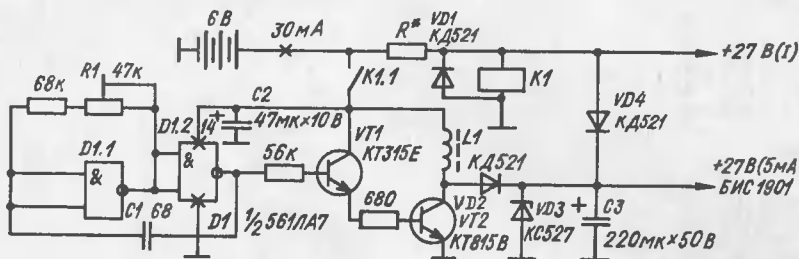

Рис.1
Преобразователь служит для обеспечения резервного питания БИС таймера—часов при перебоях в электропитании. Имеет высокий КПД по сравнению с другими преобразователями напряжения. При наличии основного напряжения 27 В (I) включено реле К1 (РЭС-10, РЭС-15 или любое другое подходящее), а батарея 6 В (это могут быть аккумуляторы ЦНК-0,45 или Д-0,55С—5 шт.) обесточена (рис.1). Благодаря резистору R° батарея подзаряжается от основного источника. Его номинал зависит от конкретной батареи. Применение реле К1 (а не диода,